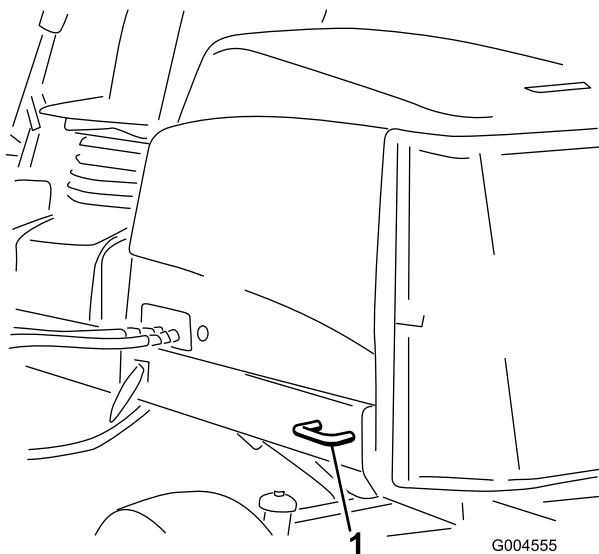

Figura 38
- Traseira – cada lado da máquina na estrutura traseira (Figura 38).